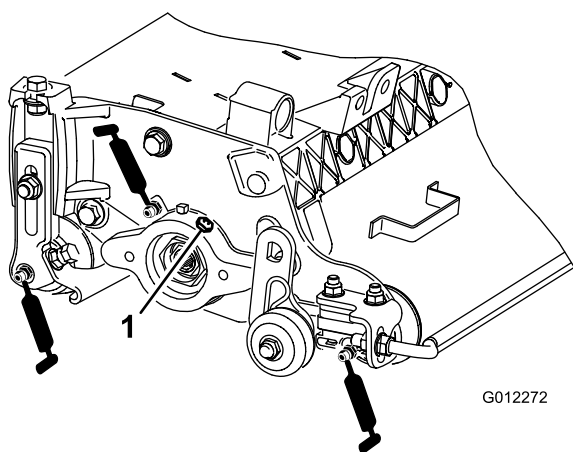

Figure 8
Chaque verticutter comprend 6 graisseurs (Figure 8) qu'il faut lubrifier chaque semaine avec de la graisse universelle au lithium n° 2.
2. Appliquez de la graisse jusqu'à ce qu'elle ressorte propre par les joint des rouleau et le clapet de décharge du roulement (Figure 8).